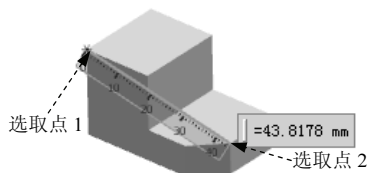

图 7.1.5 点到点的距离
(3) 定义测量几何对象。选取图 7.1.5 所示的模型表面点 1 和点 2。测量结果如图 7.1.5 所示。
(4) 单击 **应用** 按钮，完成测量点到点的距离。